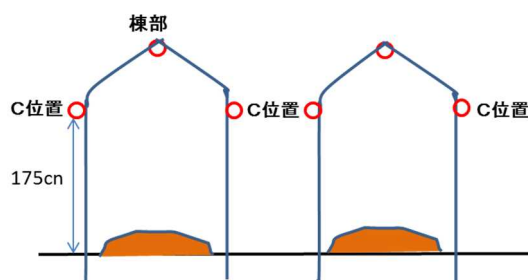

図12 アーチパイプの縦方向の連結
- 200cm 毎に印をした直管パイプの連結を外しながら、順にアーチパイプの棟部に持ち上げ、印をつけた個所でトップクロスワンで固定する。この時、連結した直管パイプが抜けないようにビス止めする。（図12）
- アーチパイプの C 位置の外側から直管パイプをクロスワンで固定する。この時も、連結した直管パイプが抜けないようにビス止めする。（図12）